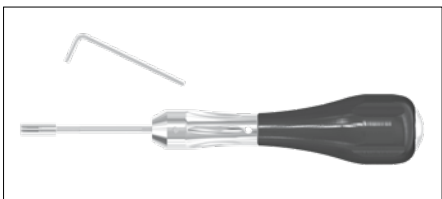

Fig. 2
Loosen the tomas®-screwdriver Allen set screw with the tomas®-screwdriver key 1.3 and remove the tomas®-screwdriver tip (Fig. 2).
Desserrer le tomass®-screwdriver Allen set screw (tige filetée à six pans creux) en utilisant la tomass®-screwdriver key 1.3 (clé hexagonale 1,3), puis déposer la tomass®-screwdriver tip (tige de tournevis) (Fig. 2).